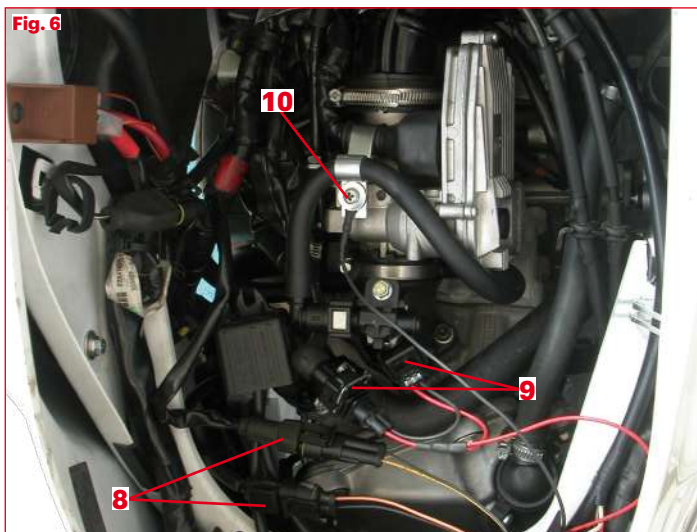

**Fig. 5**
#### **Art. 5515735 (Fig. 5)**
- Die beiden Konnektoren **(6)** trennen und den O2-Regler zwischenschalten **(Fig. 5)**.
**Achtung:** den Ösenanschluss mit dem Drosselklappengehäuse **(7)** verbinden, um Fehlfunktionen des Systems vorzubeugen **(Fig. 5)**.
#### Art. 5515735 (Fig. 5)
- Desconecte los dos conectores (6) e introduzca el O2 controller (Fig. 5).
**Atención:** conecte la anilla de masa encima del elemento de mariposa (7), para evitar el funcionamiento incorrecto del sistema (Fig. 5).